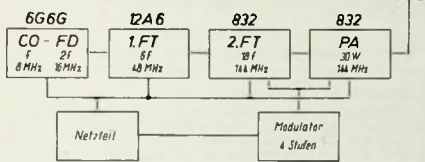

Bild 1. Blockschema des 2-m-Senders
dem Blockschema Bild 1 hervor. An die Quarzoszillatorstufe (CO) mit der Röhre 6G6G, in der gleichzeitig eine Frequenzverdoppelung (FD) stattfindet, schließt sich eine Frequenzverdreifachstufe mit der Röhre 12A6 an. Wenn der Quarz auf 8 MHz schwingt, tritt also in dieser Stufe bereits eine Frequenz von 48 MHz auf. In der zweiten Frequenzverdreifachstufe, die mit der Röhre 832 arbeitet und bereits eine Leistungserhöhung bewirkt, wird die Frequenz 144 MHz erreicht. Der folgende Endverstärker (PA) mit einer weiteren Röhre 832 arbeitet mit einer Leistung von 30 Watt gleichfalls auf 144 MHz.